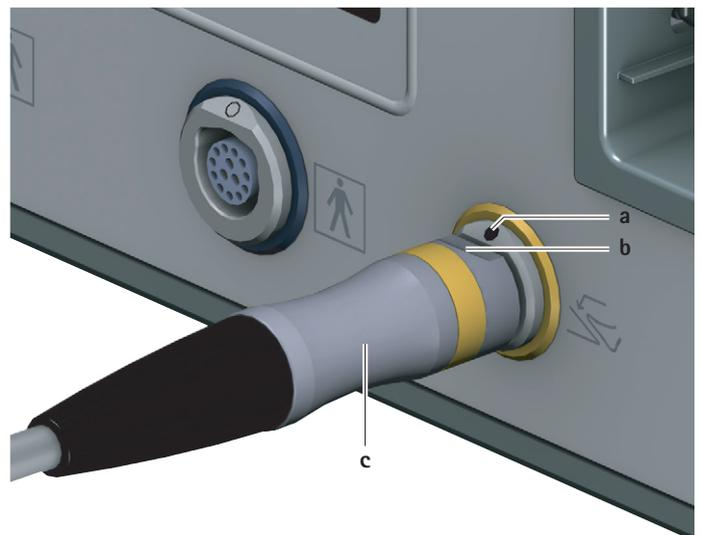

Fig. 2 Ligar o comando a pedal
- ▶ Alinhar a ficha do comando a pedal **c** de tal forma que a marcação **b** na ficha coincida com a marcação **a** na tomada de ligação do comando a pedal 6, ver Fig. 2.
- ▶ Retirar a ficha do comando a pedal **c** da tomada de ligação do comando a pedal **6**, ver Fig. 2.